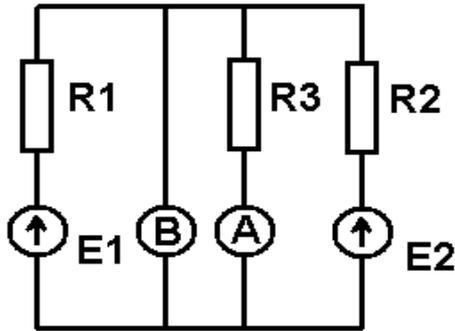
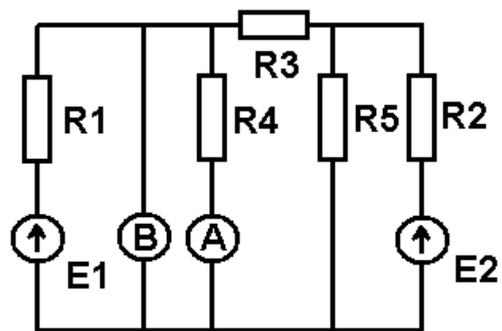

Рис. 1.20. Схема двухконтурной электрической схемы
Рис. 1.21. Схема трехконтурной электрической схемы
Двухконтурная электрическая цепь содержит три линейных сопротивления (рис. 1.20).
Трехконтурная электрическая цепь содержит пять линейных сопротивлений (рис. 1.21).
Составить систему алгебраических уравнений по I и II законам Кирхгофа, описывающих электрические цепи, по рис. 1.20 и 1.21.
1. Разместить на наборном поле стенда сопротивления, подсоединить их к измерительным приборам и источникам питания согласно схеме рис. 1.20. Настроить источники питания на $E_1 = 12 \text{ В}$ и $E_2 = 15 \text{ В}$. Снять показания приборов.
3. Разместить на наборном поле стенда сопротивления, соединить необходимыми проводами и подсоединить к измерительным приборам и источникам питания согласно схеме рис. 1.21. Настроить источники питания на $E_1 = 12 \text{ В}$ и $E_2 = 15 \text{ В}$. Снять показания приборов.
5. По согласованию с преподавателем выбрать схему рис. 1.20 или рис. 1.21. Задаться фиксированным значением $E_1 = 10 \text{ В}$. Снять показания приборов при изменении E_2 от 1 до 19 В с шагом 2 В. Заполнить табл. 1.15.